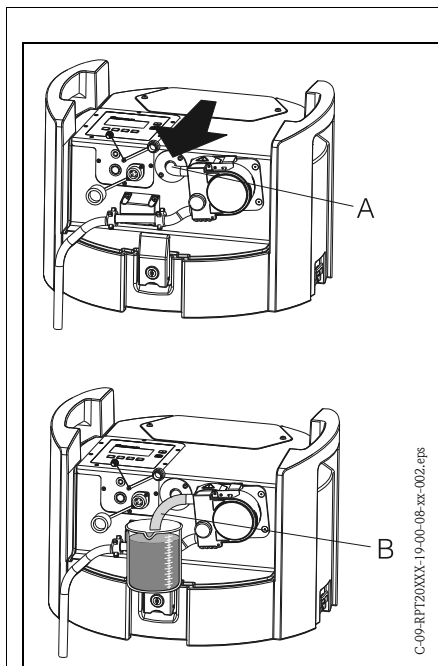

Fig. 18: Etalonnage du volume de l'échantillon
3. Retirer le tuyau de pompe déjà installé de la traversée de tuyau ( => Fig. 18, Pos. A) et le plonger dans le becher gradué ( => Fig. 18, Pos. B).
13. Passer le tuyau de pompe par la traversée de tuyau jusqu'à la butée ( => Fig. 18, Pos. A).